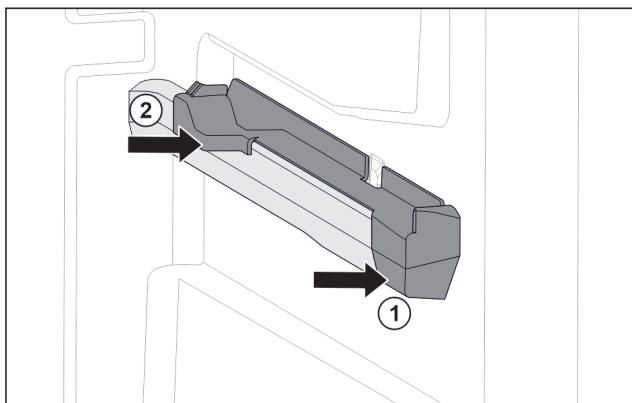

Fig. 85 Nasazovací díl na pravém žebrování na nádoby
- Nasadte nasazovací díl na žebrování na nádoby. Fig. 85 (1)
- Přitlačte nasazovací díl k zadní části. Fig. 85 (2)